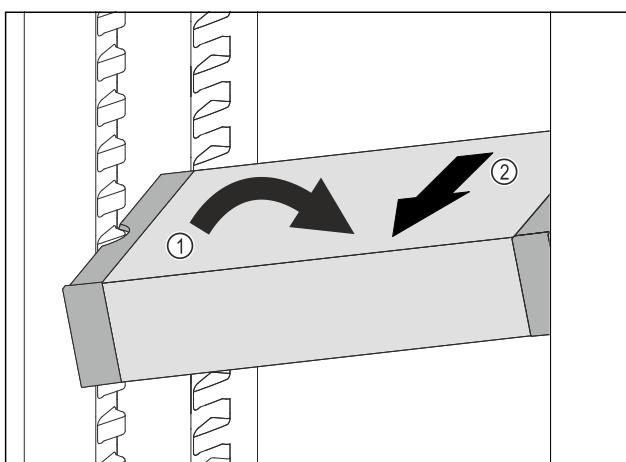

Fig. 83
- ▶ Poziționați oblic VarioSafe în frigider. Fig. 83 (1)
- ▶ Extragăți VarioSafe spre înainte. Fig. 83 (2)